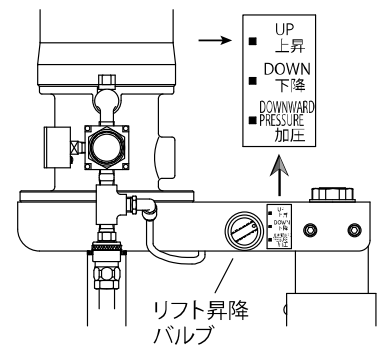

Fig.16
3) リフト昇降バルブを「上昇」に切換えますと、ポンプが上昇します。このとき、ペール缶も一緒に上昇しますので、少しこじるようにしてペール缶を取外してください。（Fig.16）